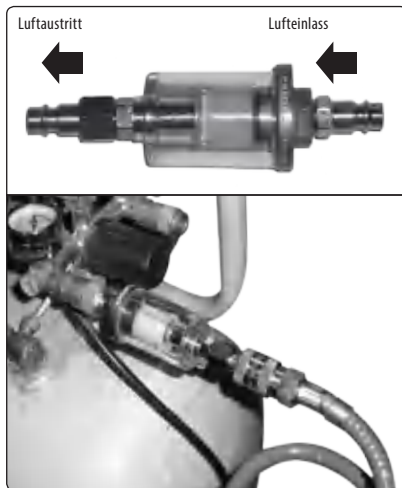

Abb. 10, Anschluss vom Filter (Abscheider) Extol® Craft 8865101
**Ausstattung des Filters mit Schnellkupplungssteckern zum Anschluss am Luftausgang aus dem Kompressor und Verbindung mit dem Luftschlauch (Abb.10).**